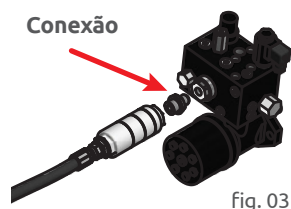

fig. 03
- Este filtro possui um Elemento interno de 70 micras lavável que deve ser inspecionado a cada 120 horas ou assim que perceber perda de performance no sistema. Alguns sintomas como perda de força e/ou rotação no motor, aumento excessivo de pressão e temperatura no sistema hidráulico podem ser indicativos de filtros obstruídos. Remova a conexão de entrada (Fig. 03), abra a Cápsula de Alumínio e remova o elemento filtrante.